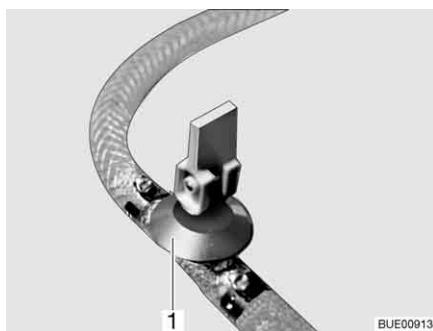
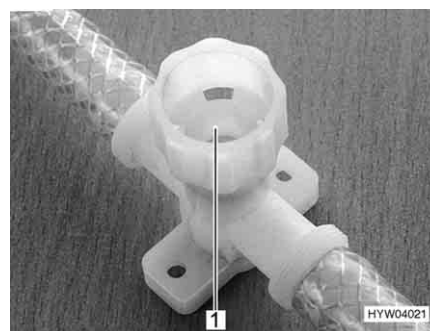

Bild 246 Avtappningskran (med vipparm)
Bild 247 Avtappningskran (med vred)
- Öppna alla avtappningskranar. Ställ för detta avtappningskranens vipparm (Bild 246, 1) lodrätt eller vrid avtappningskranens kran (Bild 247, 1) moturs.